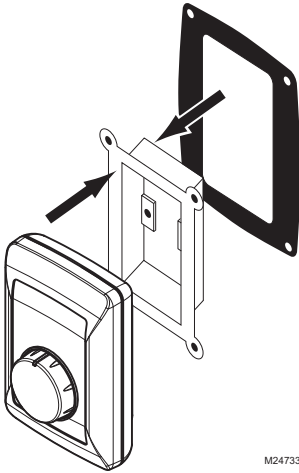

Fig. 8. Poser la garniture d'étanchéité.
- Retirer la plaque de montage de l'humidistat. Dans le cas d'une installation sur une gaine, insérer la garniture d'étanchéité sur la plaque de montage. Voir la Fig. 8.